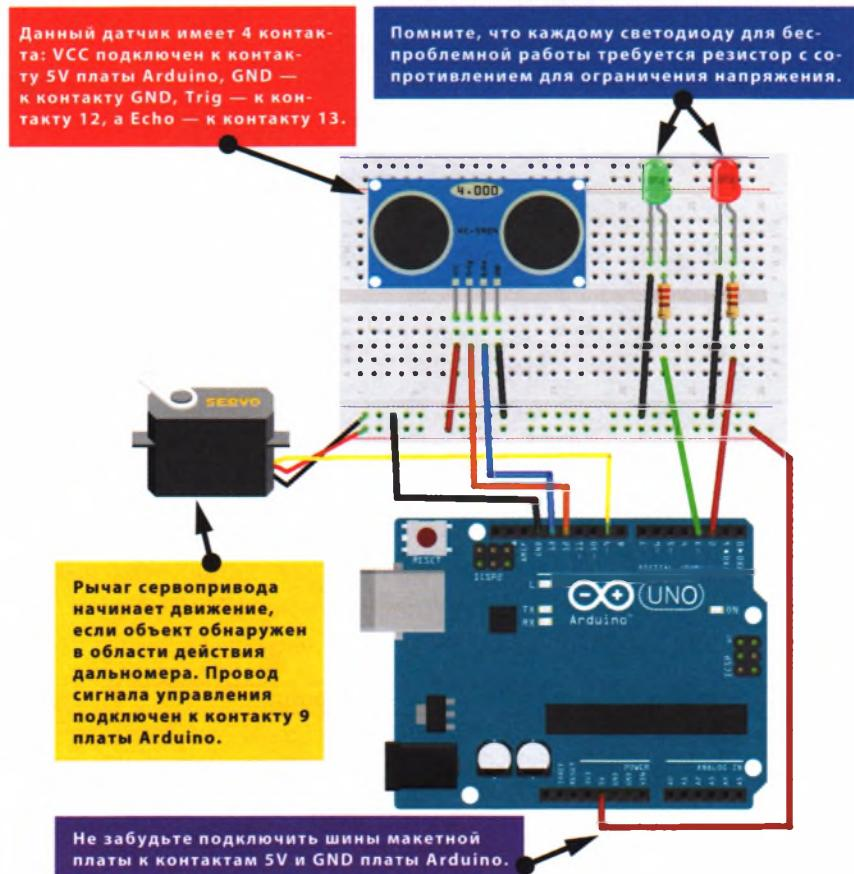

РИСУНОК 18.4
- Убедитесь, что ваша цепь соответствует схеме, показанной на рис. 18.4, а затем загрузите в память Arduino код скетча, приведенный в разделе «Скетч» далее в этом проекте.